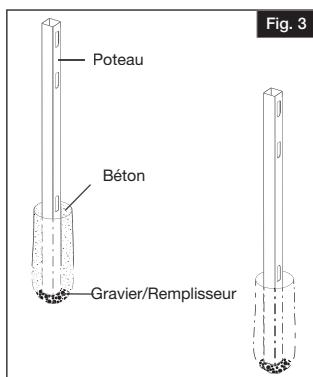

Fig. 3
- Ajouter le mélange de béton humide ou sec selon les instructions du fabricant pour le haut du premier trou de poste seulement et assurer votre poste reste au niveau (Fig. 3).